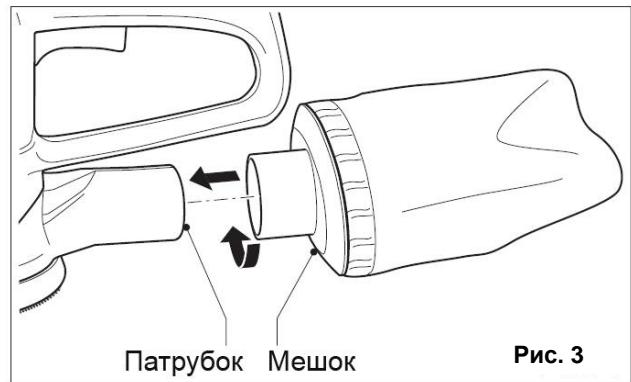

Рис. 3
- Подсоедините пылесборный мешок к патрубку в выходном канале пылеудаления (См. Рис.3).